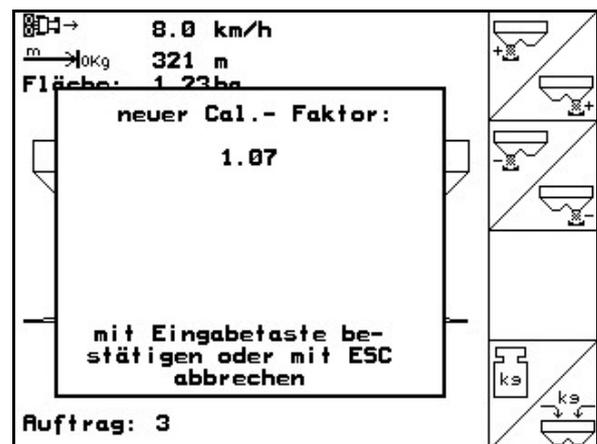

Fig. 58
8. Se mostrará el nuevo factor de calibración, que deberá confirmarse con , o descartarse con (Fig. 58).